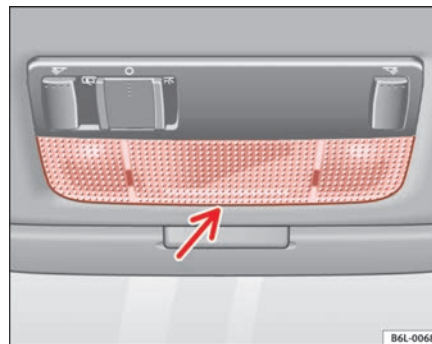

Abb. 156 Leseleuchte vorne
- Das flache Ende eines dünnen Schraubenziehers zwischen Gehäuse und Glas einführen ⇒ Abb. 156.